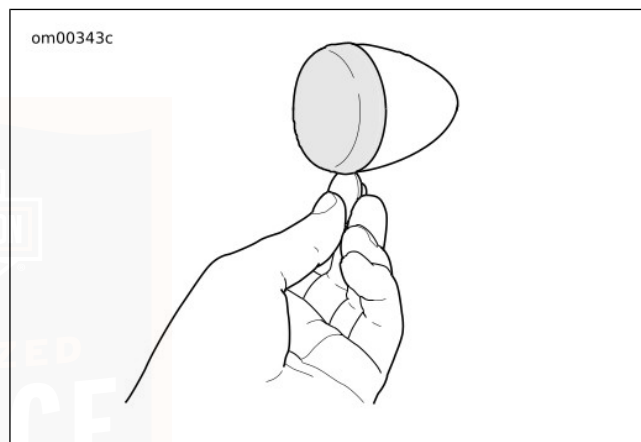

Abbildung 102. Streuscheibe entfernen.
1. Siehe Abbildung 102. Eine Münze in die Kerbe einsetzen. Vorsichtig drehen, bis der Streuscheibendeckel aus dem Lampengehäuse herauspringt.